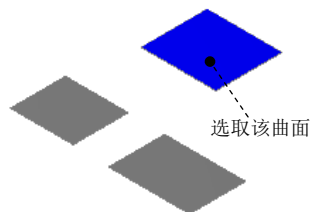

图 5.3.62 定义第一个熔接原始曲面
(1) 选取图 5.3.62 所示的曲面为第一个熔接原始曲面，此时在该曲面上出现“箭头”，